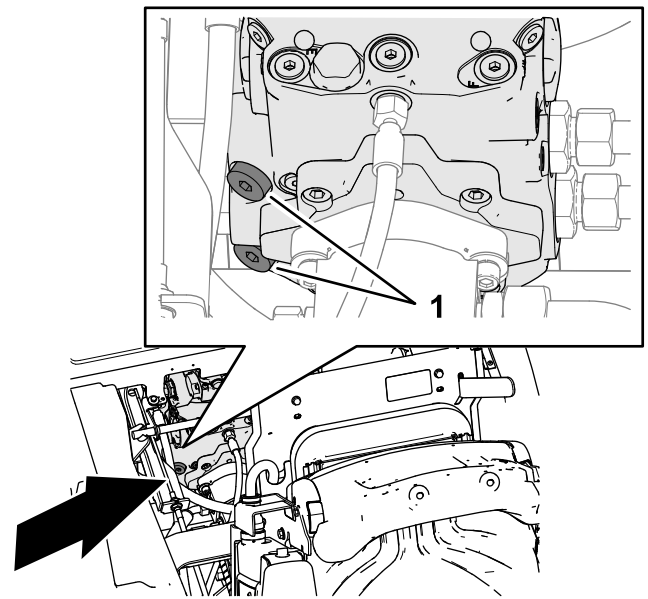

Figura 37
1. Utilice una llave allen de 8 mm para girar los 2 tapones de cabeza hexagonal de las válvulas de alivio de la bomba de la transmisión 3 vueltas completas en sentido antihorario (Figura 37).